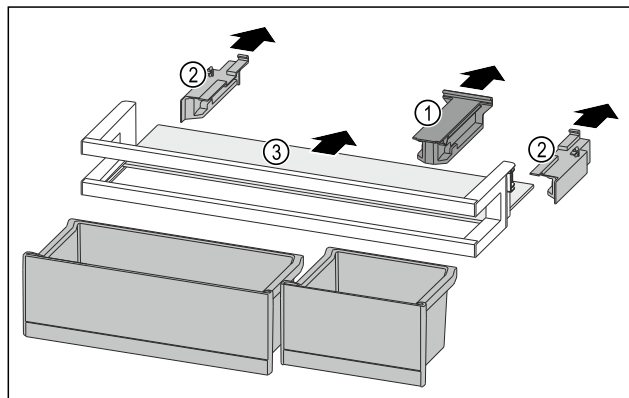

Fig. 117
- ▶ Retire la pieza de retención Fig. 117 (1).
- ▶ Retire las partes laterales Fig. 117 (2).
- ▶ Retire el estante Fig. 117 (3).